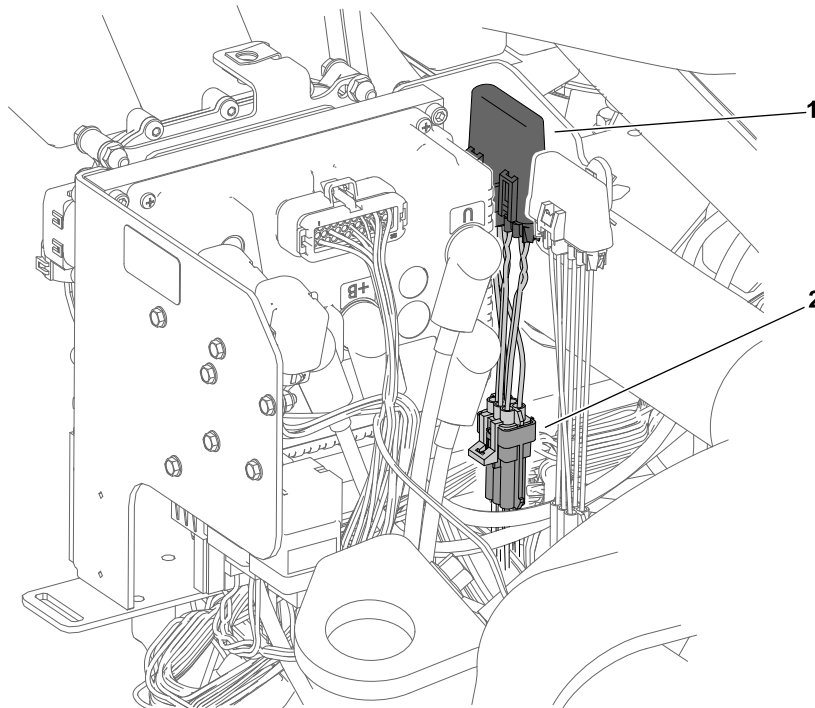

**Figura 44**
2. Retire el diodo del conector del arnés de cables marcado P09 (Figura 43) e instale el tapón cautivo al conector (Figura 44).